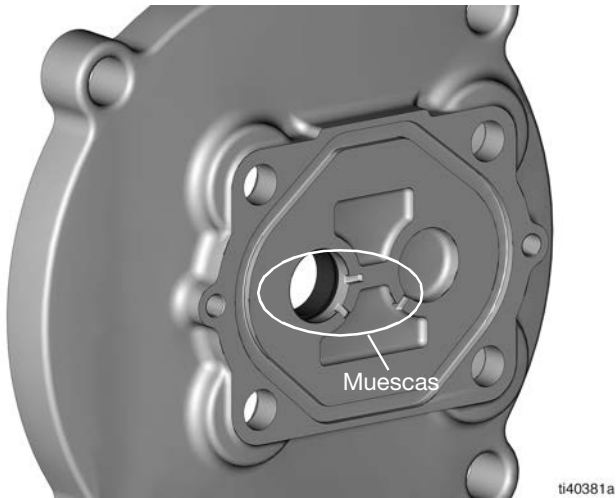
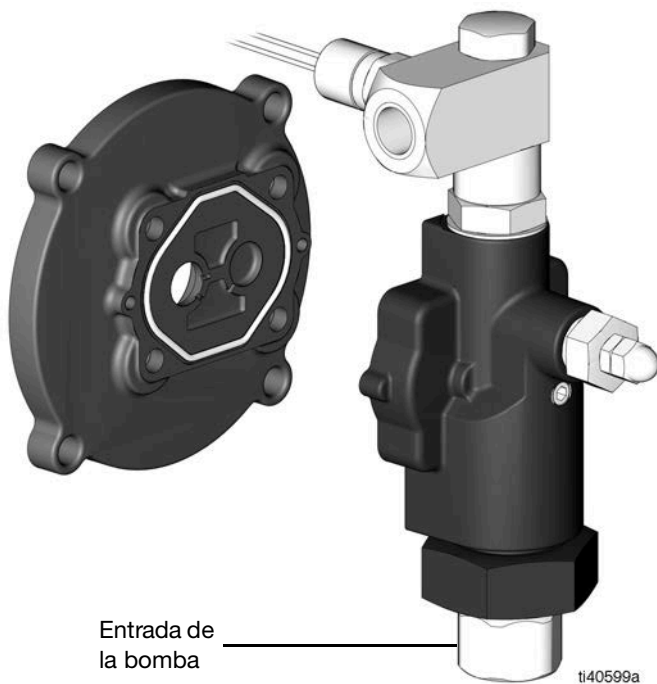

FIG. 29
FIG. 30
- Coloque la placa adaptadora en el alojamiento de la bomba de forma que las muescas apunten hacia la entrada de la bomba (FIG. 29 y FIG. 30).